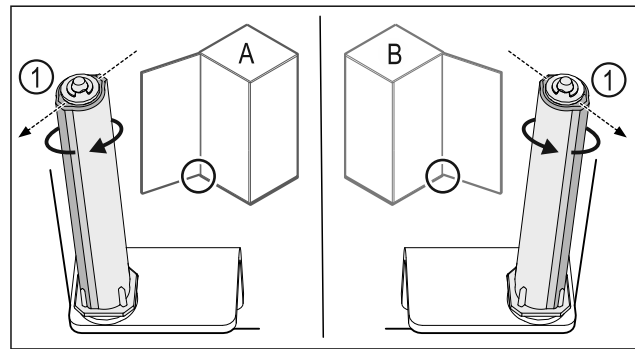

Fig. 46 Levý doraz (A) / pravý doraz (B)
- Otáčejte uzavíracím systémem proti odporu, dokud nebude lamela uzavíracího systému Fig. 46 (1) ukazovat směrem ven.